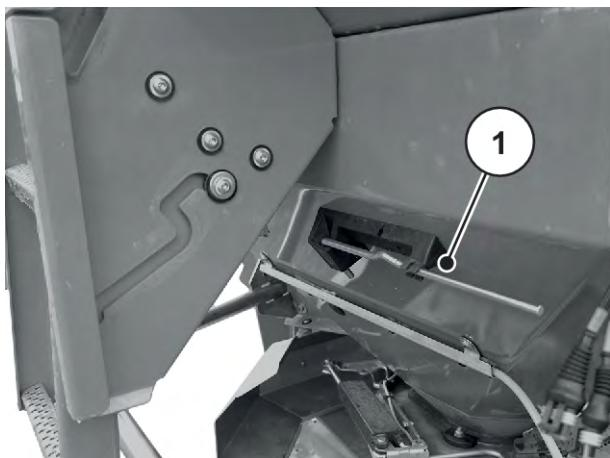

Fig. 36: Poziția manetei de reglare AXIS xx.2
- ▶ Plasați înapoi maneta de reglare pe suportul prevăzut. A se vedea Fig. 36 Poziția manetei de reglare AXIS xx.2